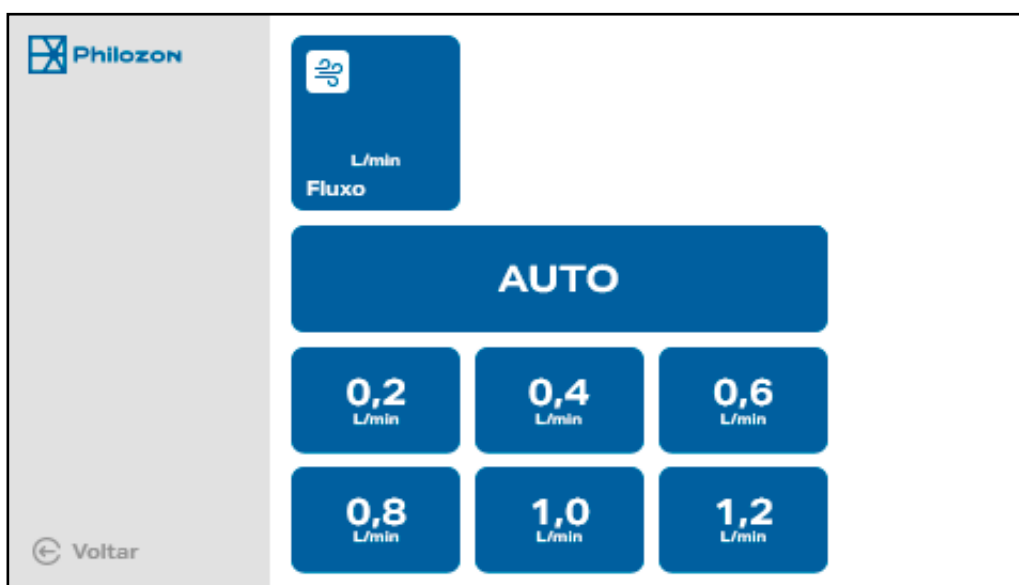

Figura 19 - Tela ajuste fluxo
g) Concentração: proporciona a seleção da concentração de ozônio desejada, sendo o mínimo 1 µg/mL e máxima 80 µg/mL (Figura 19). Ajustado nos seguintes fluxos: 0,2 – 0,4 – 0,6 – 0,8 – 1,0 – 1,2 L/min (Figura 18).
h) Volume: proporciona a liberação de gás ozônio em um volume pré-estabelecido. Para operar, clicar no botão volume e escolher o volume desejado e confirmar na tecla ENTER (Figura 19). Caso deseje desativar o ajuste de volume, basta selecionar o botão OFF.